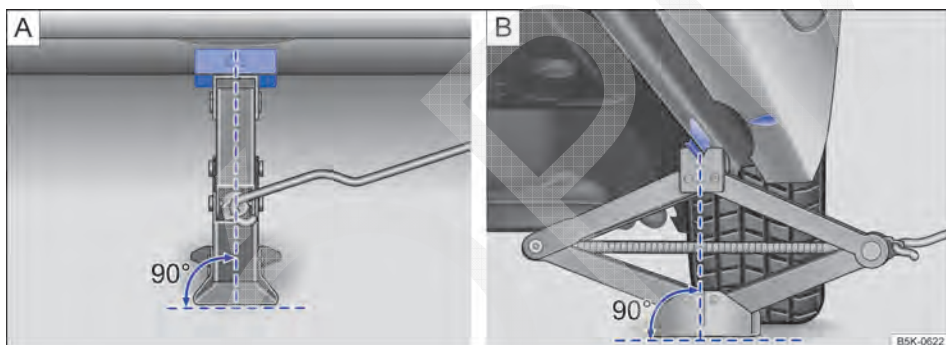

Fig. 234 Macaco posicionado no lado esquerdo traseiro do veículo.
9. Garantir que a base do macaco, com toda sua superfície, esteja sobre o chão e que a base se encontre perpendicularmente abaixo do ponto de colocação → Fig. 234 A e B.
10. Alinhar o macaco e, simultaneamente, levantar a garra do macaco até ela se encaixar na travessa debaixo do veículo → Fig. 234.
- Posicionar o macaco somente nos pontos indicados. A garra do macaco deve se encaixar no perfil da longarina de forma segura → Fig. 234.